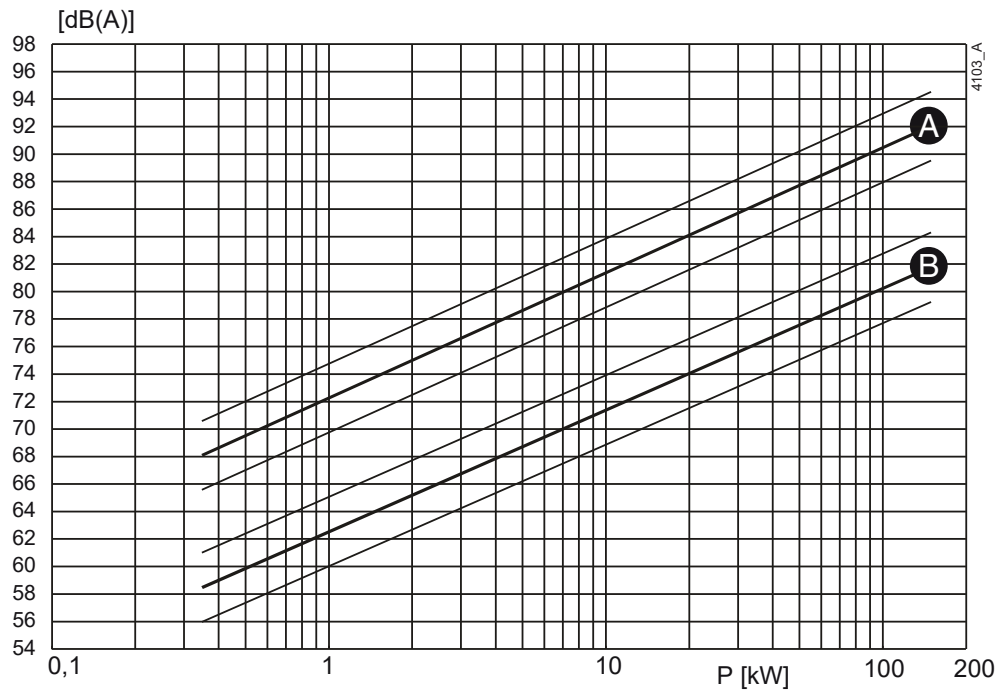
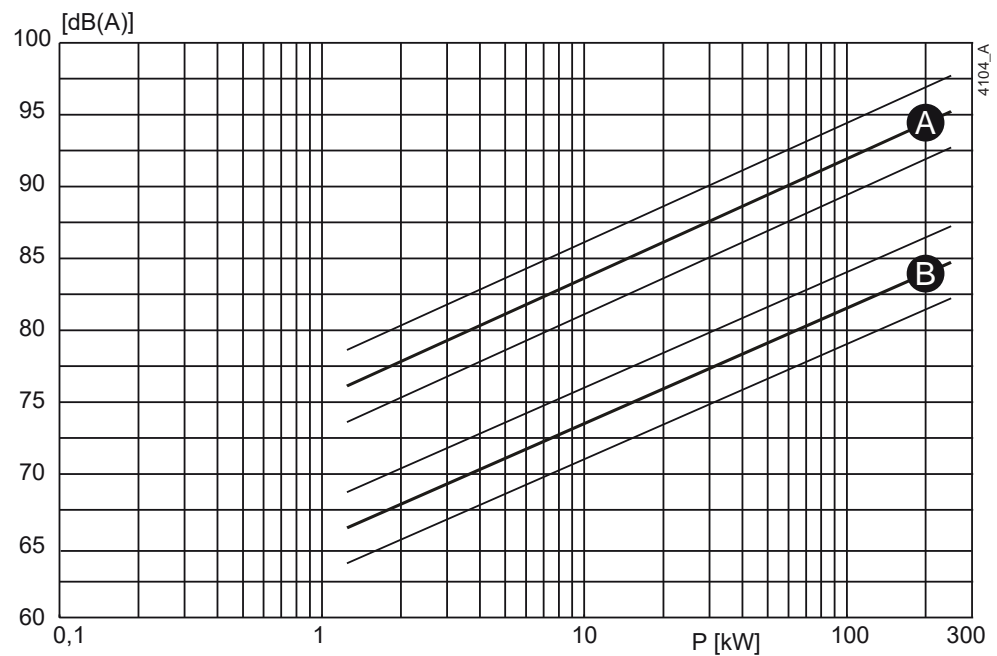

Abbildung 97: Schall als Funktion der Pumpenleistung [kW] bei 1450 min^{-1}
Abbildung 98: Schall als Funktion der Pumpenleistung [kW] bei 2.900 min^{-1}
- 1 Um den Schallpegel (L_1) der Pumpe zu bestimmen, siehe Abbildung 97 oder Abbildung 98.